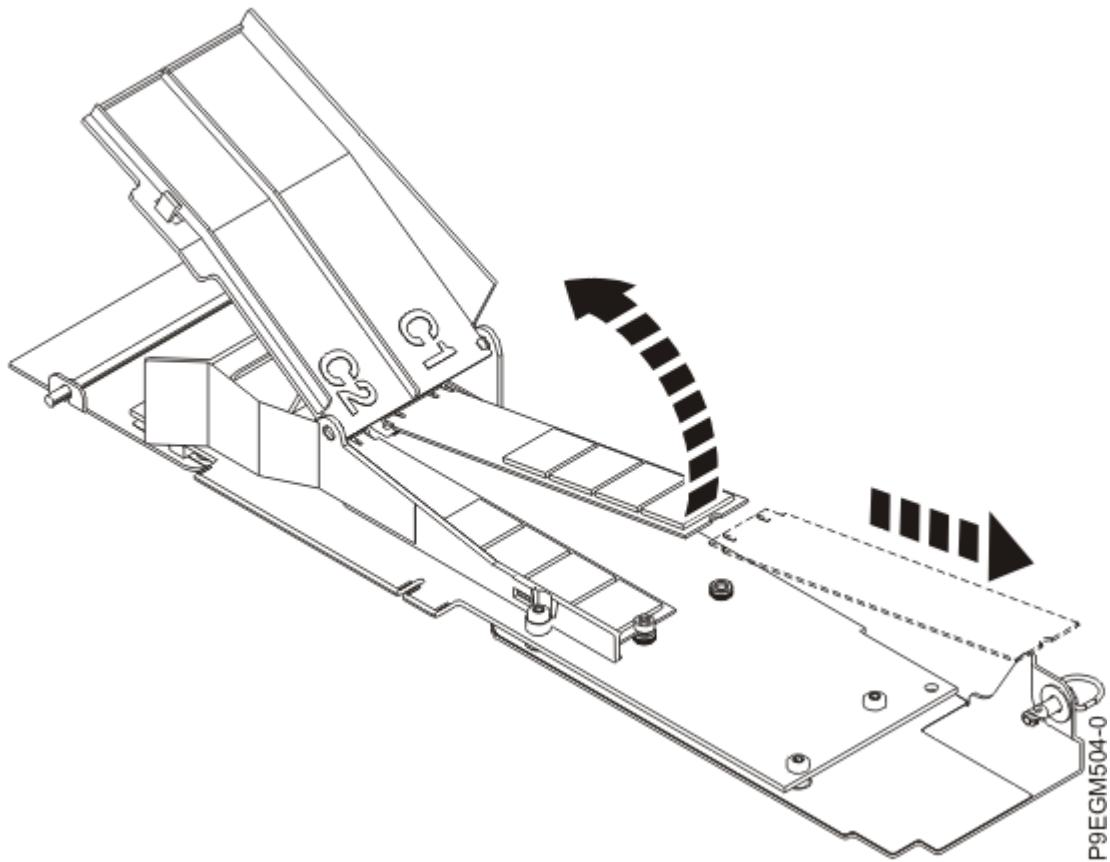

図 17. NVMe M.2 キャリア・カードのフラッシュ・モジュールの取り外し
- c) フラッシュ・モジュールを持ち上げて回転させて取り外します (23 ページの図 17 を参照)。